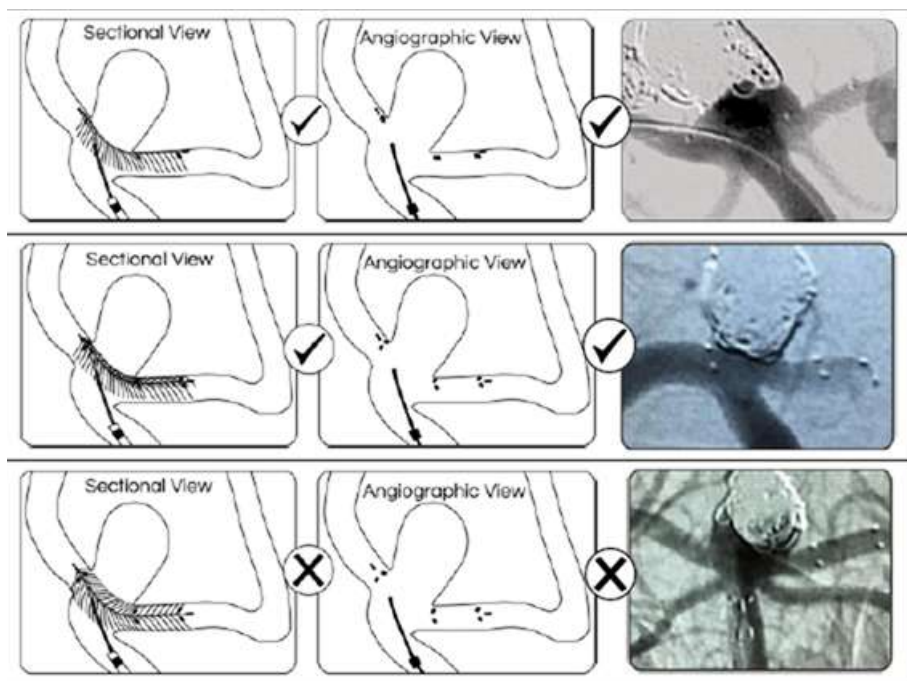

Figura 9 (correcto 0° - Correcto 45° - Incorrecto 90°)
Advertencia: Asegúrese de que la orientación rotacional del implante sea correcta, como se muestra en la Figura 9, antes de retirarlo.
Advertencia: Asegúrese de que la posición axial del implante sea correcta, como se muestra en la Figura 9, antes de retirarlo. Los marcadores proximales del implante deben estar colocados lo suficientemente lejos del cuello del aneurisma, como se muestra, para reducir la probabilidad de que se desplace hacia el interior del aneurisma durante la embolización.
25. Asegúrese de que la punta distal del microcatéter de liberación esté proximal a la porción no radiopaca del alambre guía. Véase la figura 9.